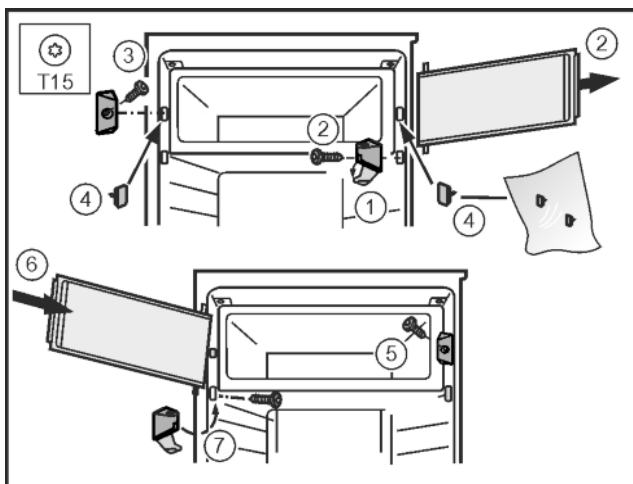

Fig. 13
- ▶ Зніміть кришку на опорному кронштейні. Fig. 13 (1)
- ▶ Зніміть дверцята морозильної камери: Відкрутіть опорний кронштейн викруткою T15. Fig. 13 (2)
- ▶ Відкрутіть кінцевий замок викруткою T15. Fig. 13 (3)
- ▶ Закрийте отвори, які звільнилися, пробками, що входять у комплект. Fig. 13 (4)
- ▶ Закрутіть кінцевий замок викруткою T15. Fig. 13 (5)
- ▶ Встановіть дверцята морозильної камери згори. Fig. 13 (6)
- ▶ Встановіть опорний кронштейн і закрийте кришку. Fig. 13 (7)